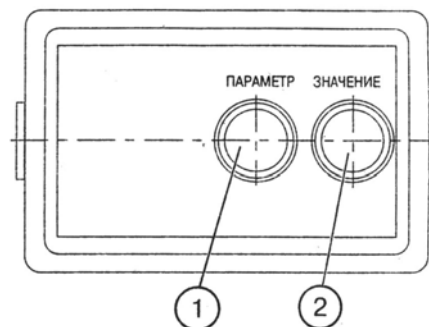

Рис. 2. Пульт управления (А3):
### 1.2 Пульт управления тахоспидометром (рис. 2)
— нажмите кнопку (1) для входа в режим программирования (рис. 2).
- нажмите кнопку (1) пульта и выведите поочередно на дисплей (3) тахоспидометра (4) «Z» и «R»;
- нажмите кнопку (2) пульта и установите значение числа зубьев (Z) согласно таблице 1 и значение Rk согласно таблице 2: